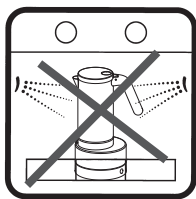

Fig. 15
- Não lave a Cafeteira na máquina de lavar louça. (fig. 15)